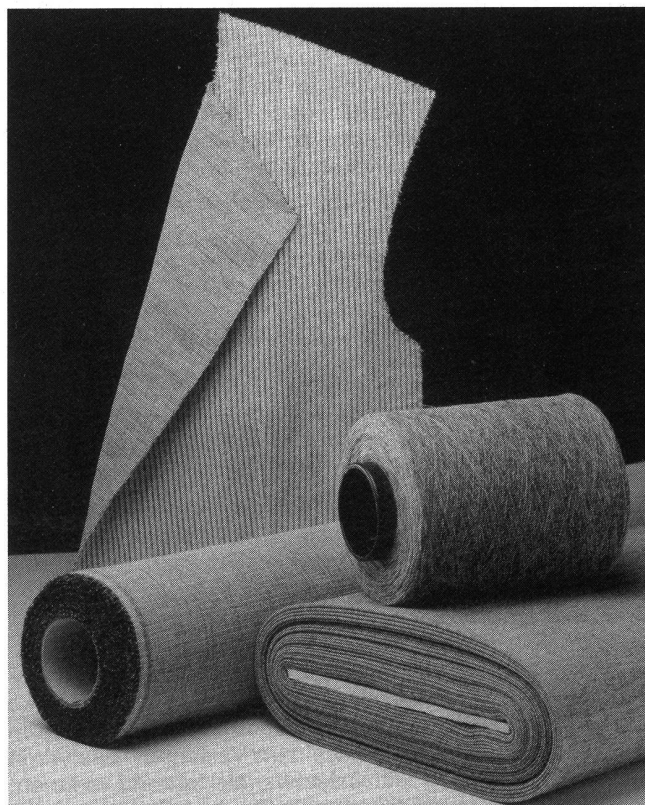

Bild 5 Interlining-Gewebe aus DREF 3-Garnen
- Das Gewebebild mit DREF 3 – Garnen ist bedeutend gleichmässiger und hat Oberbekleidungscharakter (Abb. 5).